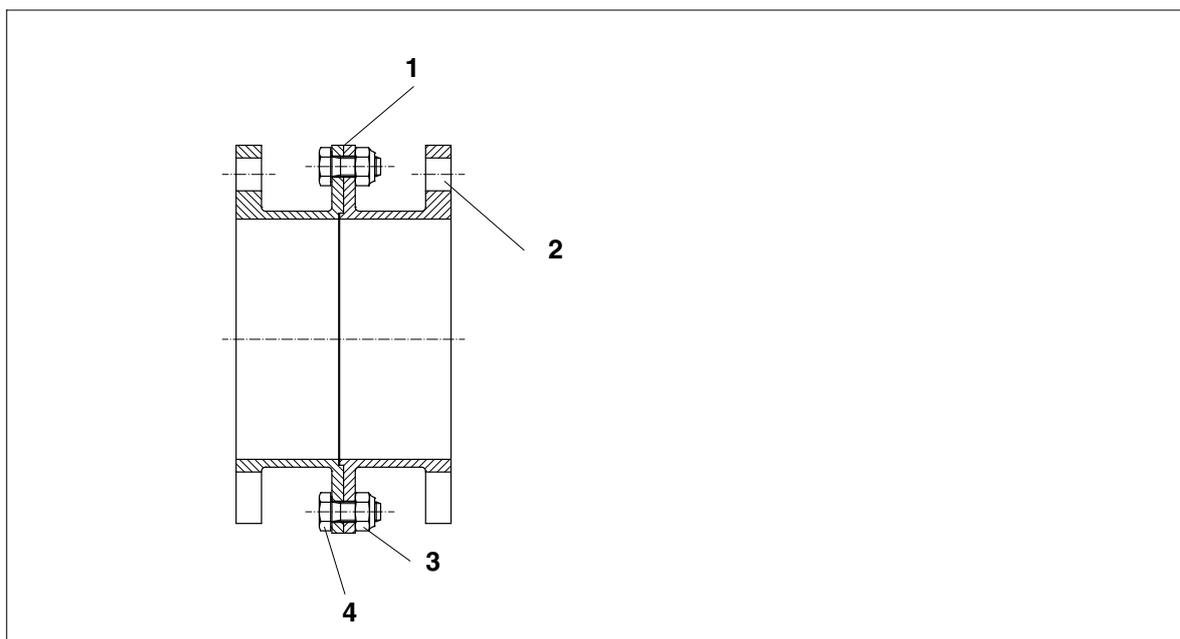
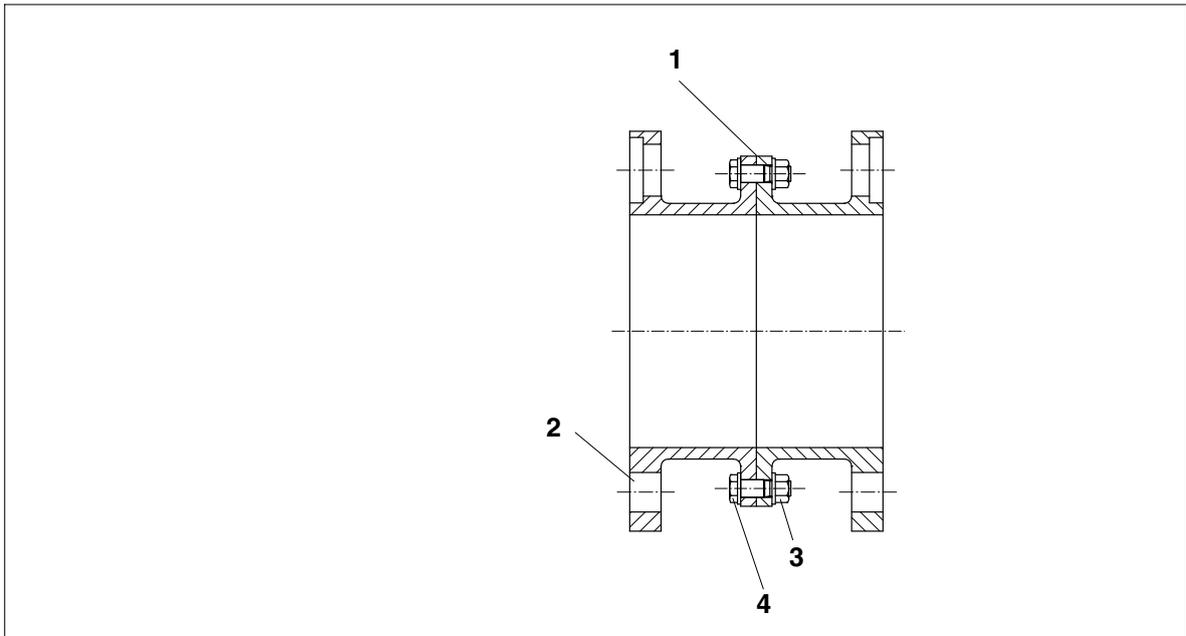

Bild 15: U-Hülse mit „Rezess“ (Zentrierzapfen) (ARS-6)
Bild 16: U-Hülse mit Passschrauben (ARC-8)
- Der Innen- und Außen-„Rezess“ (Zentrierzapfen, Bild 15) oder die Passbohrungen (Bild 16) sowie die Anlageflächen der Einzelteile der geteilten Zwischenhülse sind auf Beschädigungen zu prüfen und gegebenenfalls nachzuarbeiten.
- Vor dem Einbringen der Verbindungsschrauben auf eventuelle Wuchtmarkierungen (siehe Bild 15 und Bild 16) achten. Bei unmarkierten Zwischenhülsen müssen die Hälften so montiert werden, dass die Passbohrungen der Außenflansche gegenüberliegen (siehe Bild 15 und Bild 16).